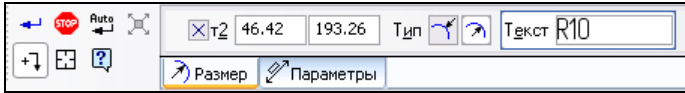

Рис. 2.8. Панель свойств на вкладке **Размер**
- ◆ на вкладке **Размер** Панели свойств (рис. 2.8) отключите режим **Автосоздание объекта**.